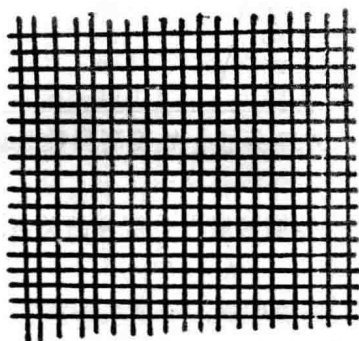

图 1-5 6 目丝网
(2) 丝网目数。这是一个极其重要的丝网规格术语。如果你到商店买丝网，营业员马上会问你：“要多少目的？”丝网的目数就是每平方厘米丝网中所含的网孔数目。目前国外丝网产品的规格用每英寸丝网所含的孔数（或丝数）来表示。目数表明了丝网的疏密程度，目数越高，丝网越密，网孔越小。图 1-5 所示是 6 目的丝网。